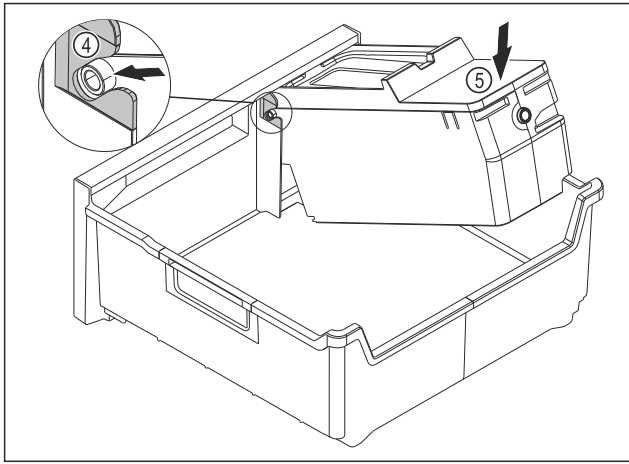

Fig. 83
- ▶ Montera EasyTwist-Ice-enheten: Skjut in axlarna på EasyTwist-Ice-enheten i styrningarna Fig. 83 (4).
- ▶ Tryck EasyTwist-Ice-enheten Fig. 83 (5) baktill nedåt.